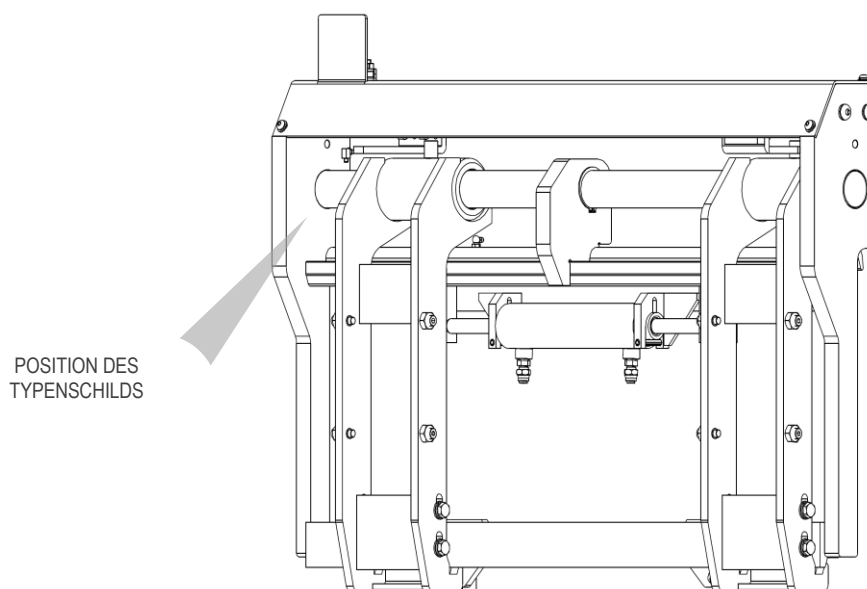

Abbildung 1
Alle Geräte A.T.I.B. – GABELPOSITIONIERER TYP 598 | 599 werden über das aufgeklebte Typenschild (siehe *Tabelle 1*) am Gerät (siehe *Abbildung 1*) identifiziert, schauen Sie immer nach der Seriennummer.
Für diesen Zweck müssen Riemen oder Ketten in geeigneter Größe für die auf dem Typenschild angegebene Masse des Gerätes (siehe *Abbildung 1* und die *Tabelle 1* auf S.7).
11. Schließen Sie den Hydraulikkreislauf an und versichern Sie sich, dass der Betriebsdruck der Leitungen höher oder gleich dem auf dem Typenschild angegebene ist (siehe *Abbildung 1* und die *Tabelle 1* auf S.7).
Für diesen Zweck müssen Riemen oder Ketten in geeigneter Größe für die auf dem Typenschild angegebenen Masse des Geräts (siehe *Abbildung 1* und die *Tabelle 1* auf S.7).